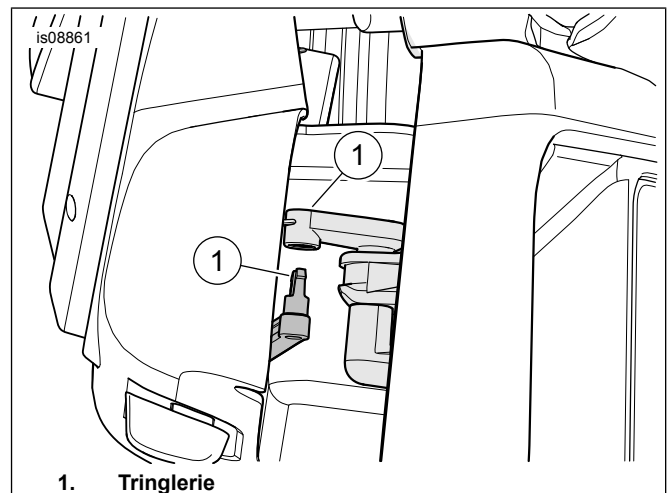

Figure 7. Connecter la tringlerie
7. Voir Figure 7 . Positionner l'ensemble d'enceinte. Raccorder la tringlerie.